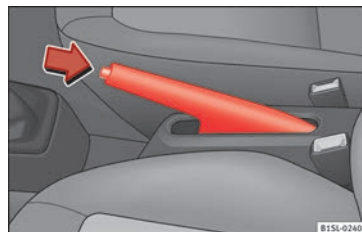

Fig. 80 Entre los asientos delanteros: freno de mano.
- Tire ligeramente hacia arriba de la palanca del freno de mano y pulse el botón de bloqueo » fig. 80 (flecha).